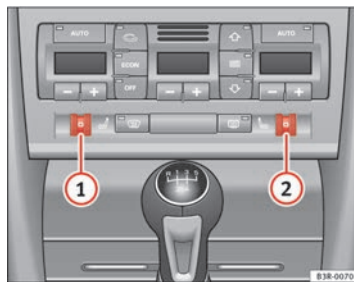

Abb. 133 Ausschnitt aus der Instrumententafel: Rändelräder der Sitzheizung
Drehen Sie am Rändelrad ① bzw. ② ⇒ Abb. 133, um die Sitzheizung auf Fahrer- bzw. auf Beifahrerseite einzuschalten und zu regulieren.